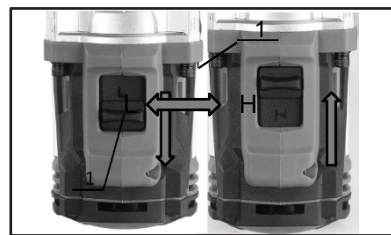

Fig. 3
- Se la velocità dell'utensile si riduce drasticamente durante il funzionamento con il selettore di velocità in posizione "H", spingere il selettore di velocità in posizione "L" e riavviare il funzionamento. (Fig. 3)